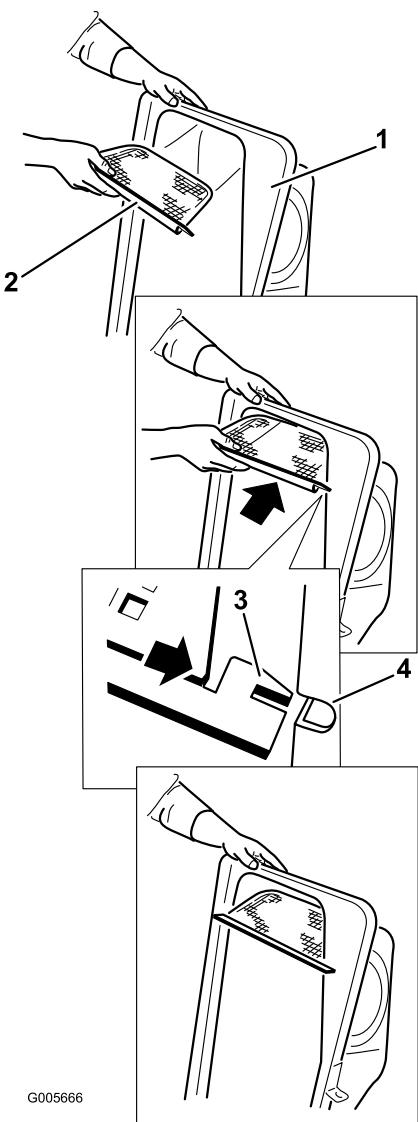

Figure 6
1. Retournez le couvercle du collecteur. Montez le filtre comme illustré à la Figure 6 de sorte qu'il soit incliné dans la direction des bacs de ramassage. Le filtre doit s'engager en position et les languettes doivent s'engager dans le couvercle du collecteur.